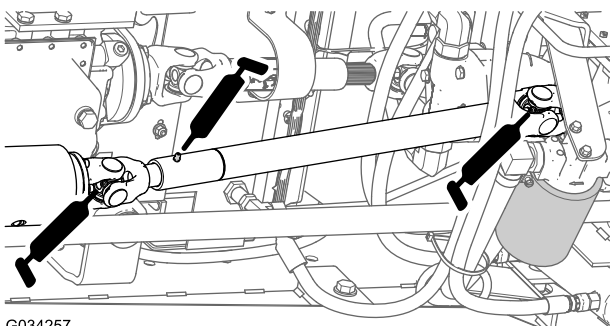

Рисунок 43
- Ведущий вал (3 шт.) (Рисунок 43)